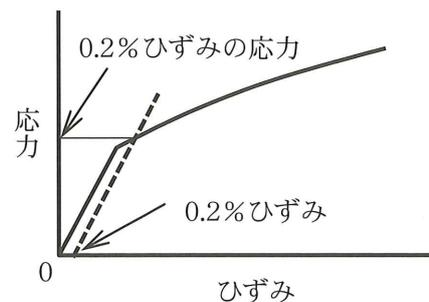

図 2 応力-ひずみ線図
- (1) 軟鋼について引張試験をした結果、下の表1の測定結果を得られた。この材料の引張強さ [MPa]、ひずみ [%] を求める計算式と答えを解答欄に記入しなさい。ただし、 π は 3.14 を用い、答えは小数第 1 位を四捨五入し、整数で求めなさい。
- (2) 非鉄金属では、下の図 2 のような応力-ひずみ線図になり、降伏点が現れない。このような場合には、規定された永久ひずみを起こすときの応力から降伏点を求める。特に規定のない場合は、永久ひずみの値を 0.2% として求める。このようにして求めた応力を何と呼ぶか答えよ。